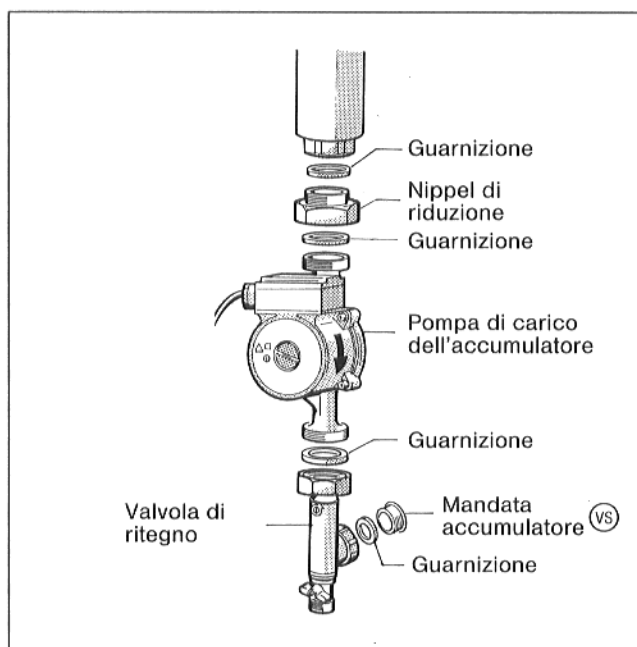

Fig. 5
- Avvitare la valvola di ritegno con dado a risvolto alla mandata accumulatore (VS) (Fig. 5).
- Montare la pompa di carico dell'accumulatore alla valvola di ritegno. Attenzione alla guarnizione ed alla direzione del flusso! (Freccia – Fig. 5).
- Avvitare il nippel di riduzione con la guarnizione alla pompa di carico dell'accumulatore (Fig. 5).